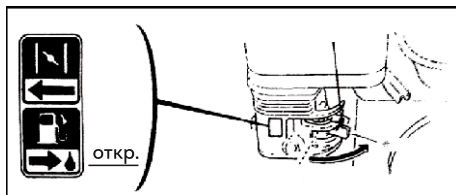

Рис. 5
6.2.1. Поверните флажок топливного крана в положение "ON" - открыто (рис.5).